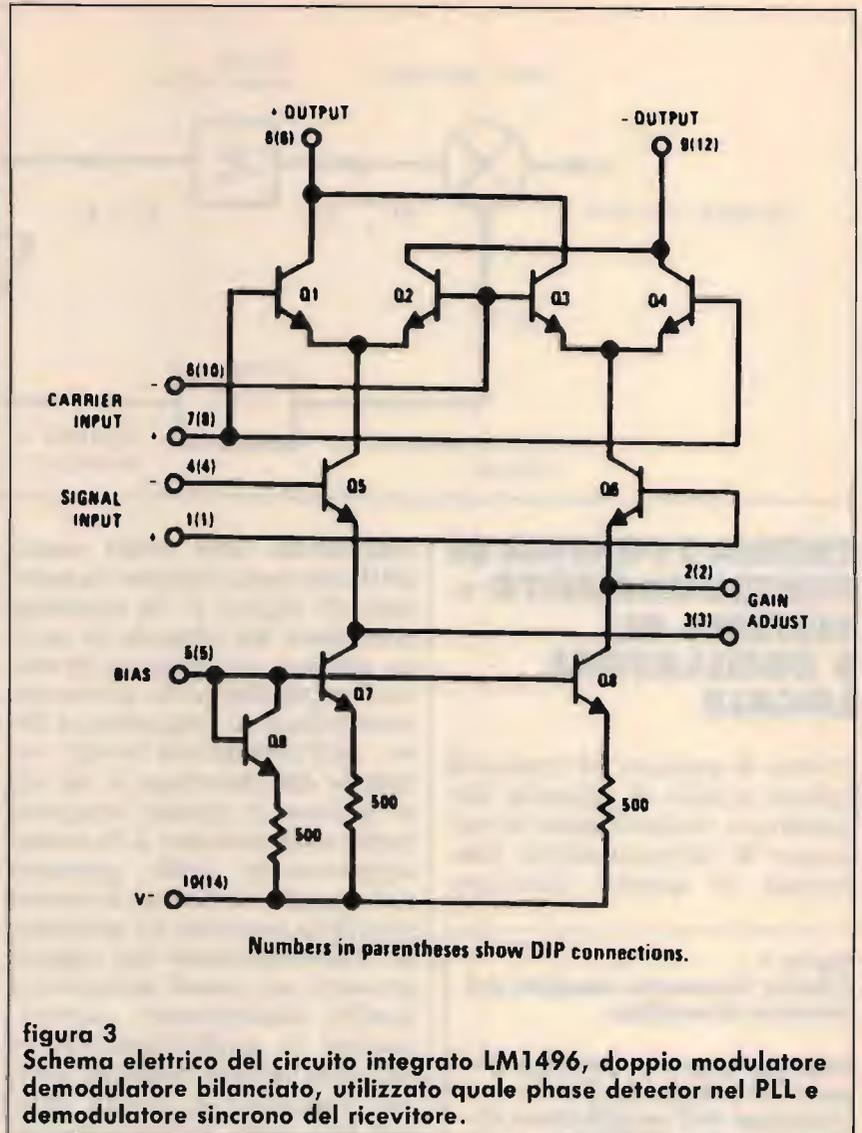

figura 3
li è senza dubbio quello che sfrutta le funzioni del modulatore-demodulatore bilanciato e più esattamente quelle del circuito integrato LM(MC) 1496, illustrato nella figura 3. Si tratta di un **doppio modulatore-demodulatore bilanciato** che produce, in uscita, una tensione proporzionale al prodotto tra una tensione in entrata (segnale in arrivo) e un segnale di commutazione (portante dell'oscillatore locale), esemplificato dal circuito base del rivelatore a commutazione presentato nella puntata precedente. Può quindi essere agevolmente sfruttato quale **elemento comparatore della fase di due segnali presenti in entrata**, ovvero del segnale ricevuto (signal input) e della portante dell'oscillatore locale del ricevitore (carrier input), che definiremo rispettivamente con "f1" e "f2". All'uscita del comparatore sarà così presente una forma d'onda complessa, **contenente le frequenze equivalenti alla somma e alla differenza tra le frequenze dei due segnali in entrata ($f_1 + f_2$)**. Mediante un filtro passa-basso verrà eliminata la frequenza equivalente alla somma tra le frequenze dei due segnali, ottenendo così **solamente la frequenza equivalente alla differenza** tra quelle dei due segnali in entrata ($f_1 - f_2$). Qualora la differenza di frequenza tra quelle dei due segnali (segnale ricevuto e portante dell'oscillatore locale) in entrata risultasse molto piccola, si verificherà una conseguente variazione della tensione in uscita che, da un **potenziale positivo, raggiungerà il valore di zero e un successivo potenziale negativo, ripetendo nuovamente tale ciclo che può essere paragonato al mutare del valore istantaneo della fase relativa ai due segnali e che assumerà rispettivamente la condizione di sincronismo, di quadratura, di fuori fase e così via**. Se la tensione variabile
tura è quella di pilotare il demodulatore 1496 che, grazie a questa sua possibilità operativa, aiuta a garantire la simmetria d'aggancio nel loop; della funzione generica del phase detector abbiamo trattato pocanzi, vediamo ora di riassumere le funzioni proprie del 1496 avvalendoci dell'analisi dello schema elettrico di questo circuito integrato, illustrato nella figura 3. Il segnale in arrivo viene applicato alle basi dei due transistor Q_5-Q_6 , connessi a due separate sorgenti a corrente costante ad alta impedenza dinamica, costituite dai transistor Q_7-Q_8 ; ciò consente di ottenere il guadagno di conversione e la possibilità di controllare il bilanciamento interno, mediante una resistenza esterna (fissa o variabile) connessa ai terminali "gain adjust" e normalmente molto bassa rispetto all'impedenza delle due sorgenti a corrente costante ma ele-